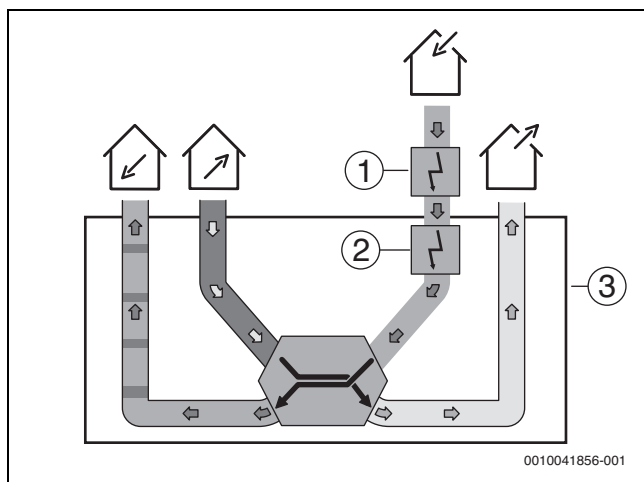
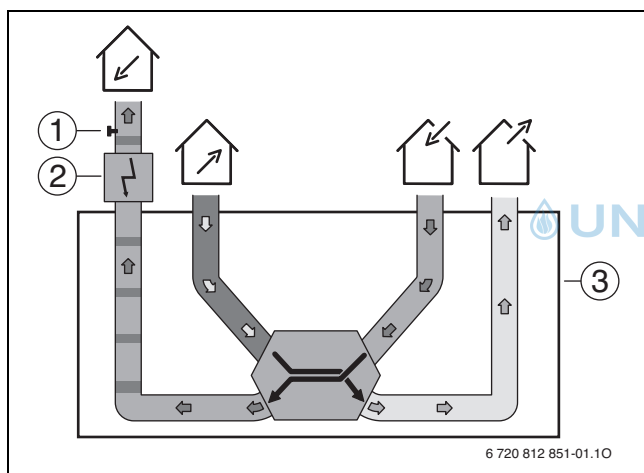
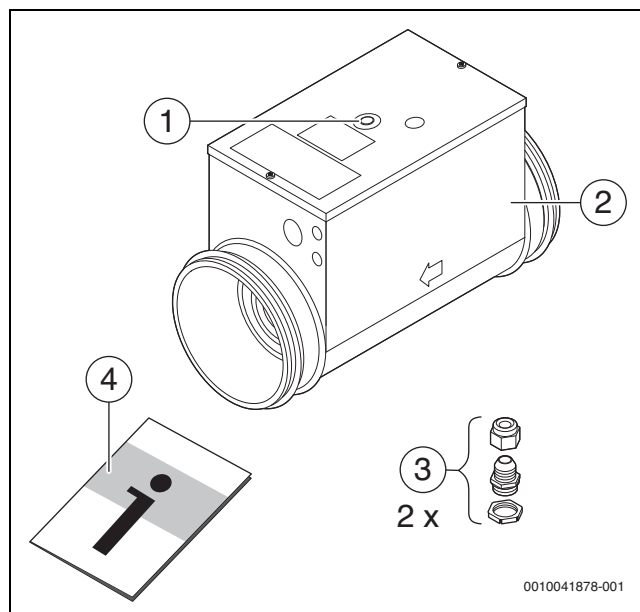
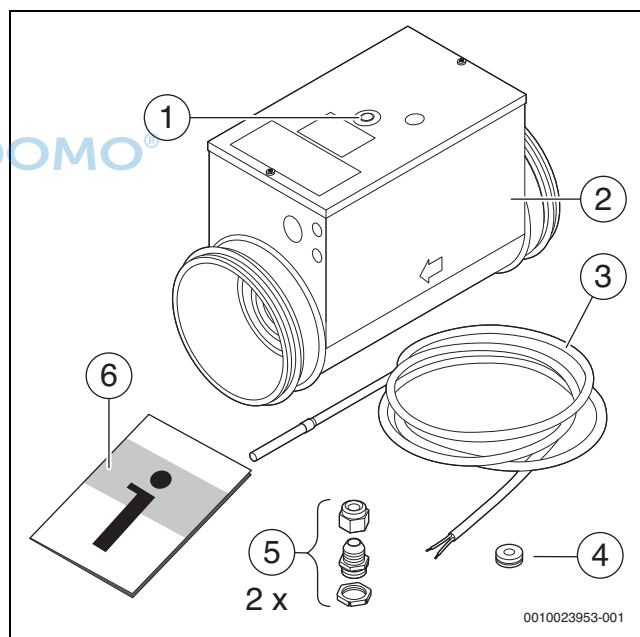

Bild 1 Lüftungsgerät mit zusätzlichem elektrischen Vorheizregister
Bild 2 Lüftungsgerät mit elektrischem Nachheizregister
Bild 3 Lieferumfang zusätzliches Vorheizregister HRE 160-1200
Bild 4 Lieferumfang Nachheizregister HRE-A 160-1200/HRE-A 100-600
Das elektrische Heizregister HRE(-A) 160-1200 kann je nach Lieferumfang als zusätzliches Vorheizregister (→ Bild 1 und Bild 3) oder als Nachheizregister (→ Bild 2 und Bild 4) in Systemen zur kontrollierten Wohnraumlüftung eingesetzt werden. Das elektrische Nachheizregister HRE-A 100-600 wird zur Erwärmung der Zuluft in Systemen zur kontrollierten Wohnraumlüftung eingesetzt (→ Bild 2 und Bild 4).
Die Heizregister sind jeweils mit zwei Überhitzungsschutzvorrichtungen ausgestattet, einem automatischen und einem manuell rückstellbaren Sicherheitstemperaturbegrenzer. Das bauseitige Kabel für das Steuersignal des Heizregisters wird am Lüftungsgerät angeschlossen. Das Lüftungsgerät übernimmt die Steuerung der Heizregister. Die Stromversorgung der Heizregister erfolgt über einen separaten Netzanschluss. Im Lieferumfang der Nachheizregister-Sets ist zudem ein Temperaturfühler (→ Bild 2 [1] und Bild 4 [3]) enthalten, der am Lüftungsgerät angeschlossen wird.
- Nach Beseitigung der Störung: Reset-Knopf auf dem Deckel des Heizregisters drücken (→ Bild 3 und Bild 4). Der Überhitzungsschutz ist zurückgestellt.